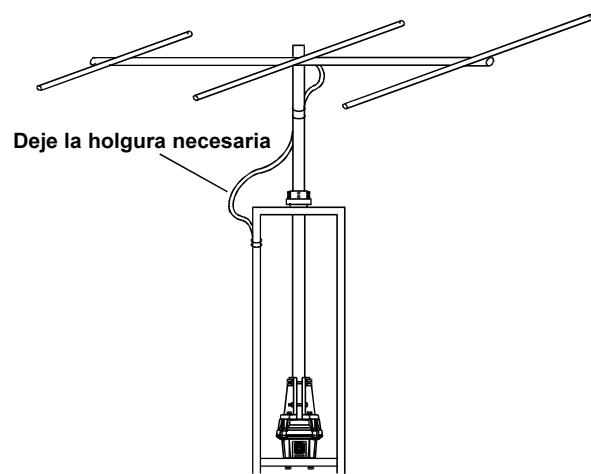

Figura 16
11. Deje suficiente holgura en el cable coaxil de modo que la antena pueda girar sobre toda su extensión de 450° sin ejercer tensión sobre esa línea (ver figura 16). Fíjela el cable coaxil en la torre con cinta aislante o si prefiere, con anillos para cable resistentes a la radiación ultravioleta.